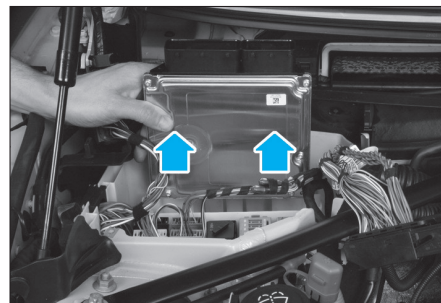

Fig. 46
- Débrancher les 2 connecteurs du calculateur puis l'extraire comme illustré (Fig.46).